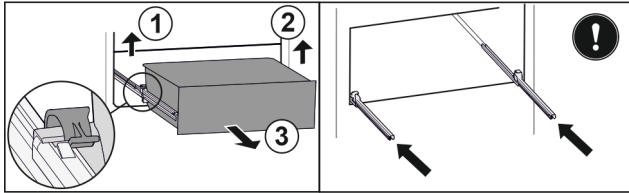

Fig. 46 *
- ▶ Soulever la bride de serrage gauche et tirer dans le même temps le tiroir sur la gauche vers l'avant Fig. 46 (1).*
- ▶ Soulever la bride de serrage droite et tirer dans le même temps le tiroir sur la droite vers l'avant Fig. 46 (2).*
- ▶ Retirer le tiroir par l'avant Fig. 46 (3).*